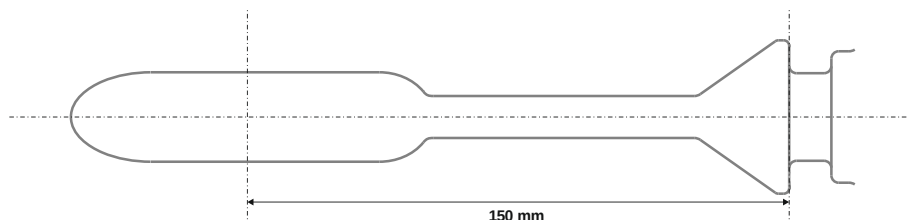

Figure 12 : Distance entre le centre de l'embout en forme de goutte et l'extrémité de l'anneau conique de fixation du préservatif.
- Le centre de l'embout en forme de goutte se trouve à une distance de 150 mm de l'extrémité de l'anneau conique de fixation du préservatif (voir fig. 12).